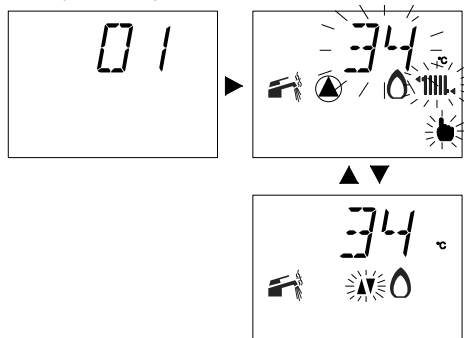

Рисунок 7.8
- О включении функции «трубочист» сигнализирует также поочередное отображение символов, изображенных на следующем рисунке Рисунок 7.8.